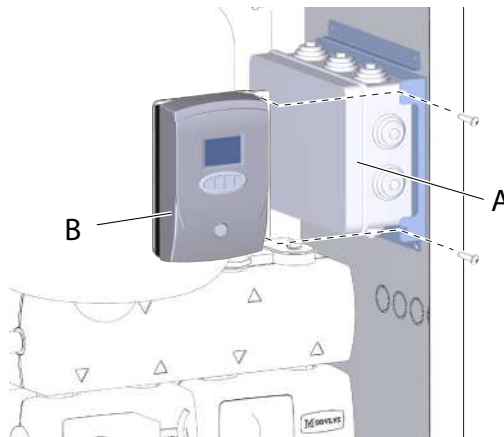

fig. 63 -
Se nel sistema è prevista l'installazione del kit solare, montare la centralina solare (part. B "fig. 63 -").
5. fissare l'assieme con 2 viti autofilettanti come indicato in "fig. 63 -"